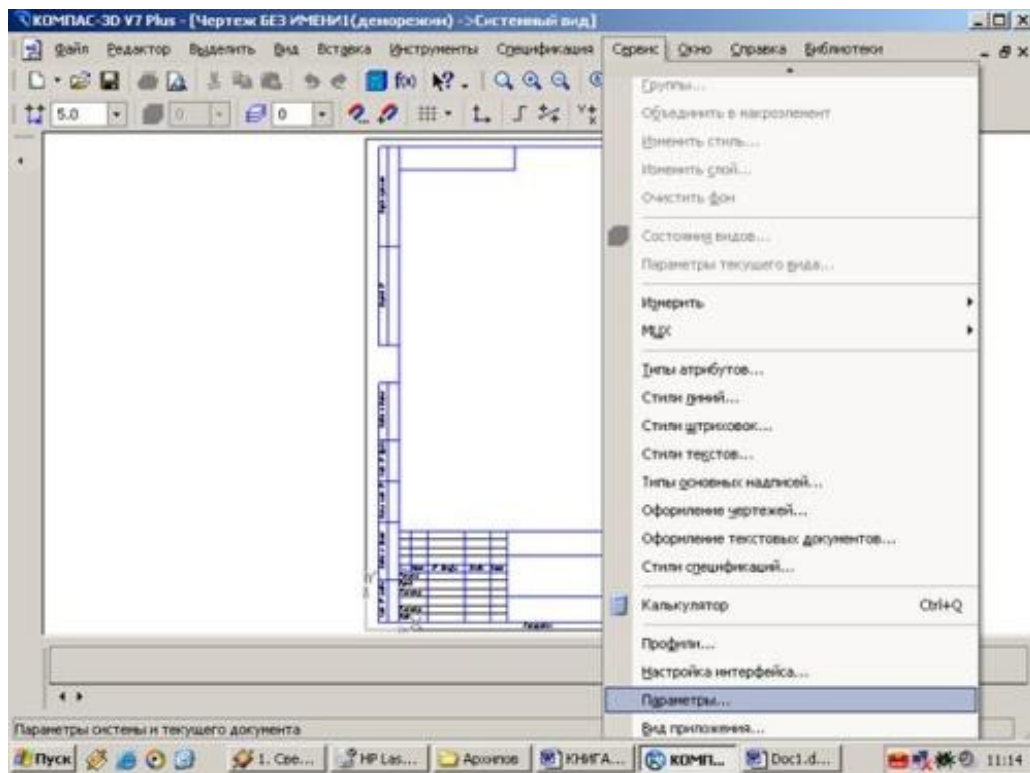

Рис.8 Выбор формата
1. Вызвать команды **Сервис – Параметры... – Текущий чертеж - Параметры листа – Формат** (рис.8 и 9).
С помощью окна, изображенного на рис.8, выбирается необходимый формат и его ориентация.